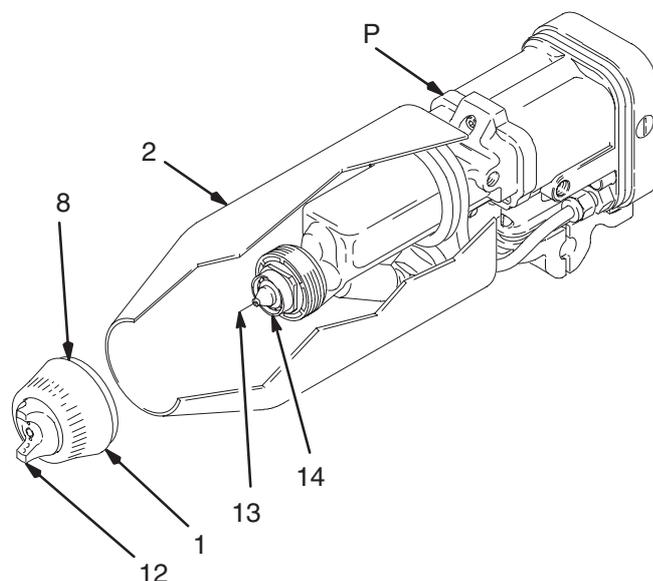

Abb. 11
2. Luftkappensatz (1, 12) und Abdeckung (2) der Pistole entfernen. Siehe Abb. 11.
3. Materialdüse (14), Abdeckung (2) und Außenteile der Pistole (P) mit einem mit Lösungsmittel angefeuchteten Tuch reinigen. Darauf achten, daß kein Lösungsmittel in die Luftpassagen gelangt. Nach Möglichkeit die Pistole während des Reinigens stets nach unten richten.
4. Wenn Farbe in den Luftpassagen der Materialdüse (14) zu sein scheint, die Pistole für Servicearbeiten von der Leitung abschrauben.
5. Luftkappe (12) mit der weichen Borstenbürste und dem Lösungsmittel reinigen oder Luftkappe in geeignetes Lösungsmittel eintauchen und abwischen.